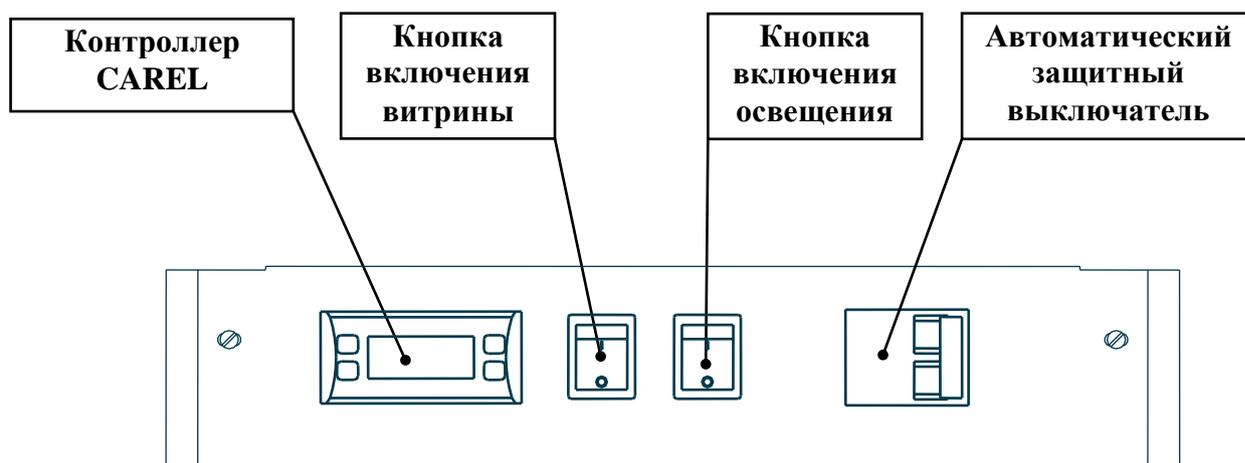

Рис. 2. Блок управления витрины «ВИЛИЯ» ВС(ВВ)
- Электрическая система включает в себя блок управления и встроенный верхний светильник. В блоке управления (рис. 2) находятся: выключатели питания и освещения, электронный регулятор (контроллер), защитный автоматический выключатель и элементы силового электрооборудования.